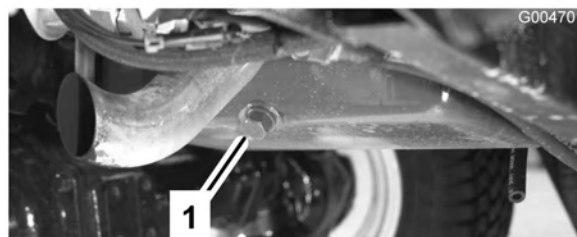

Figura 49
1. Retire o tampão de escoamento (Figura 49) e deixe o óleo escorrer para um recipiente adequado. Quando o óleo parar, volte a montar o tampão de escoamento.